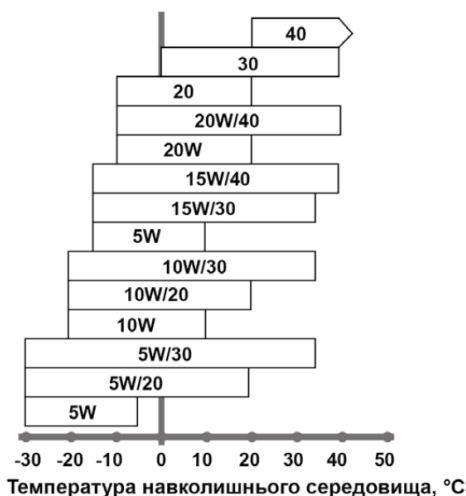

Рисунок 5. Відповідність марки моторного мастила залежно від температури довкілля.
- 3. Використовувати чисте мастило відповідної марки та густини залежно від температури довкілля (рис. 5).**
Мастило класом густини 10W-30 за SAE рекомендовано для загального використання. Інші значення густини, наведені на рис. 5, можливо використовувати, якщо середня температура довкілля знаходиться в межах вказаного діапазону.